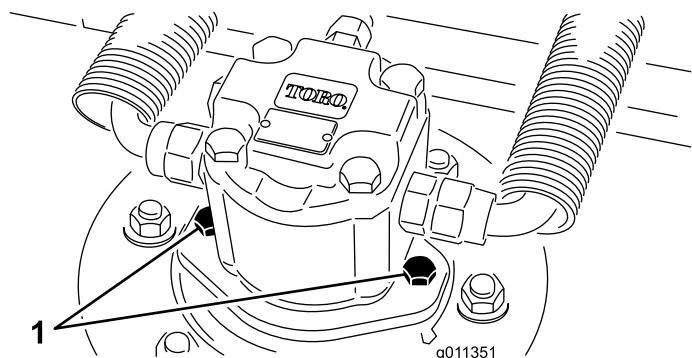

Figura 12
2. Scollegate e staccate il motore idraulico dall'apparato di taglio (Figura 12). Coprite la parte superiore del fusello per impedire che venga contaminato.